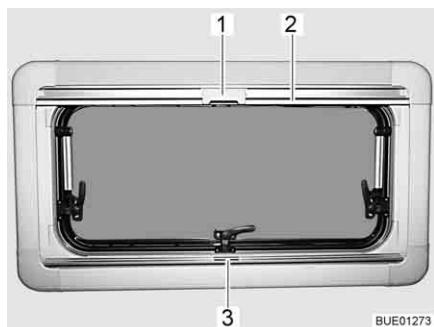
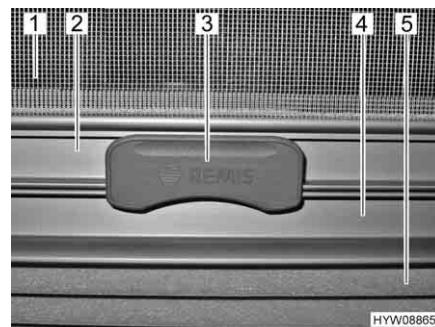

Fig. 53 Finestra apribile
Fig. 54 Aggancio
La tendina oscurante pieghevole (Fig. 54,5) è montata nella cassetta inferiore.
- Afferrare la tendina oscurante pieghevole per la parte centrale della barra di presa (Fig. 53,3 e Fig. 54,4), tirarla dal basso verso l'alto e rilasciarla nella posizione desiderata. La tendina oscurante pieghevole rimane in questa posizione.
La zanzariera a rullo (Fig. 54,1) è montata nella cassetta superiore.
- Tirare la zanzariera a rullo accompagnandola con la barra di presa (Fig. 53,2 e Fig. 54,2) verso il basso, fino a quando la barra di presa non arriva a contatto con la tendina oscurante pieghevole (Fig. 54,4).
- Bloccare l'aggancio (Fig. 53,1 e Fig. 54,3) della zanzariera a rullo nella barra di presa della tendina oscurante pieghevole. Se l'aggancio risulta bloccato, la tendina oscurante pieghevole e la zanzariera a rullo possono essere spostate insieme.
- Premere in alto l'aggancio (Fig. 54,3) sulla zanzariera a rullo.
- Ricondurre lentamente la zanzariera a rullo accompagnandola con la barra di presa (Fig. 53,2).